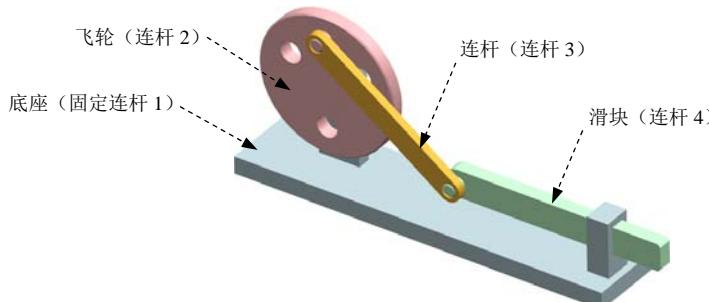

图 3.5.1 飞轮机构模型
下面以图 3.5.1 所示的飞轮机构模型为例，说明修改主模型尺寸的一般过程。
Step5. 定义固定连杆 1。选择下拉菜单  →  命令，系统弹出“连杆”对话框；选取图 3.5.1 所示的底座为固定连杆 1；在 **质量属性选项** 下拉列表中选择 **自动** 选项；在 **设置** 区域中选中  **固定连杆** 复选框；在 **名称** 文本框中采用默认的连杆名称“L001”；单击  按钮，完成固定连杆 1 的定义。
Step6. 定义连杆 2。选择下拉菜单  →  命令，系统弹出“连杆”对话框；选取图 3.5.1 所示的飞轮为连杆 2；在 **质量属性选项** 下拉列表中选择 **自动** 选项；在 **设置** 区域中取消选中  **固定连杆** 复选框；在 **名称** 文本框中采用默认的连杆名称“L002”；单击  按钮，完成连杆 2 的定义。
Step7. 参考 Step6 的操作步骤, 定义图 3.5.1 所示的连杆零件为连杆 L003, 定义滑块为连杆 L004。